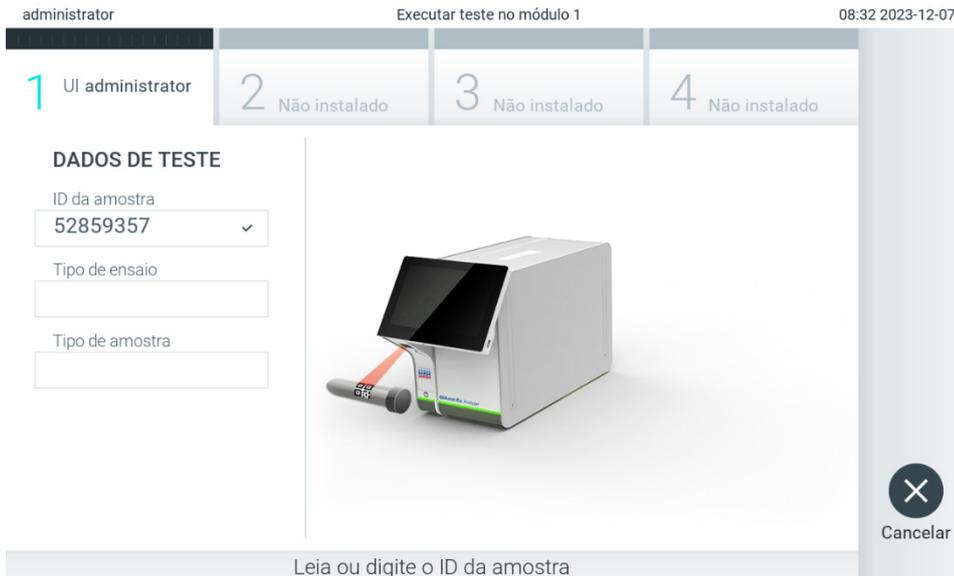

Figura 24. Lendo o código de barras do cartucho de ensaio QIAstat-Dx.
3. Quando solicitado, faça a leitura do código de barras do cartucho de ensaio QIAstat-Dx a ser usado. O QIAstat-Dx Analyzer 2.0 reconhece automaticamente o ensaio a ser executado, com base no código de barras do cartucho de ensaio QIAstat-Dx (Figura 24).
Nota: Use o código de barras na lateral do cartucho (conforme indicado na Figura 24) e não o código de barras na embalagem de cartuchos.